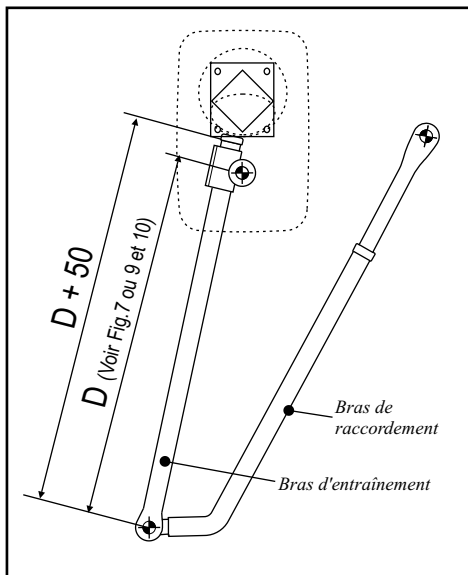
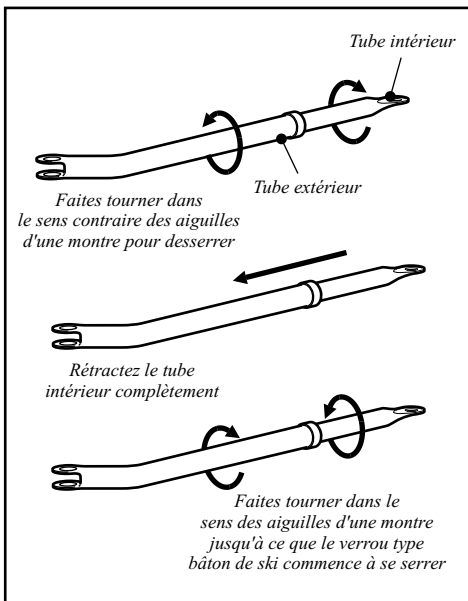

Figure 15 Ajustement de la longueur du bras d'entraînement
Figure 16 Préparez le bras de raccordement pour installation
11. Mesurez les longueurs L (longue) et S (courte) comme le montre la figure 15 et calculez la longueur D du bras d'entraînement comme le montre la Figure 15. **NE COUPEZ PAS LE BRAS D'ENTRAÎNEMENT À CETTE LONGUEUR.** Coupez le bras d'entraînement à au moins 50mm de plus que la longueur D. La longueur de coupe sera donc D + 50mm. (Voir Fig.16)
12. A partir des tableaux de la Figure 7 déterminez la longueur D du bras d'entraînement et prenez la valeur écrite en gras si le moteur est monté en position recommandée. **NE COUPEZ PAS LE BRAS D'ENTRAÎNEMENT À CETTE LONGUEUR.** Coupez le bras d'entraînement à au moins 50mm de plus que la longueur D. La longueur de coupe sera donc D + 50mm. (Voir Fig.16).
13. Déterminez la longueur du bras d'entraînement (D) à partir des Figures 9 et 10. **NE COUPEZ PAS LE BRAS D'ENTRAÎNEMENT À CETTE LONGUEUR.** Coupez le bras d'entraînement à au moins 50mm de plus que la longueur D. La longueur de coupe sera donc D + 50mm. (Voir Fig.16).